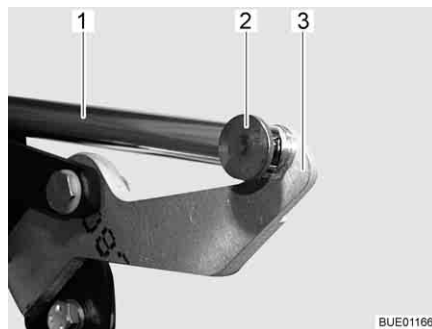

Fig. 129 Entraînement
- Retirer la jonction (par ex. goupille et broche) (Fig. 129,2) entre la tige de poussée (Fig. 129,1) et le levier (Fig. 129,3).